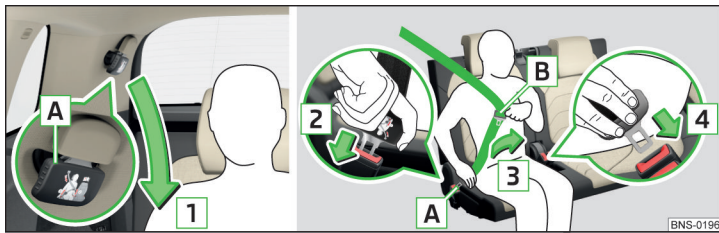

Fig. 8 Boucler / déboucler la ceinture de sécurité de la troisième rangée de sièges
- Tirez lentement la ceinture dans la languette de fermeture **A** » fig. 8 vers le bas dans le sens de la flèche **1**.
- Saisissez la languette de fermeture **A** » fig. 8 et appuyez sur le bouton rouge de la boucle, la languette est éjectée.